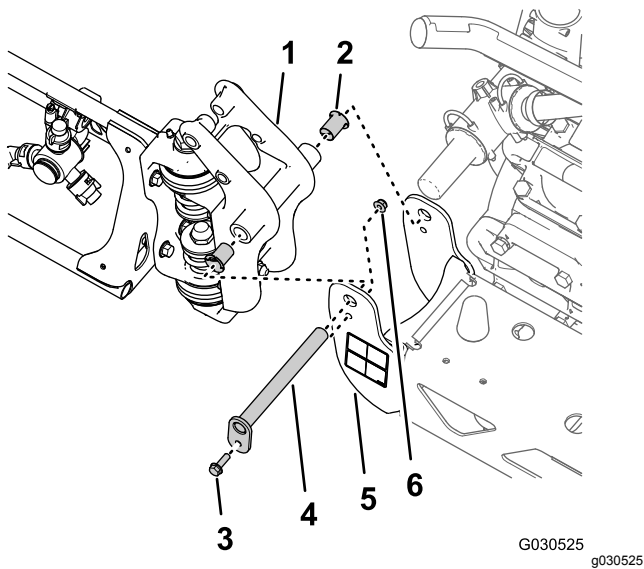

図 65
1. ピボットピンをピボットブラケットに固定しているフランジボルト5/16 x 1 インチ とフランジロックナット5/16 インチを取り外す 図 65。
- センターブーム用のピボットブラケット、および、外側ブーム用のピボットフィッティングからピボットピンを抜き取る 図 65。
- センターブームと外側ブームを切り離し、外側ブームを機体から外す 図 65。
- 外側ブームのピボットフィッティングからナイロン製フランジブッシュ2個を外す 図 65。